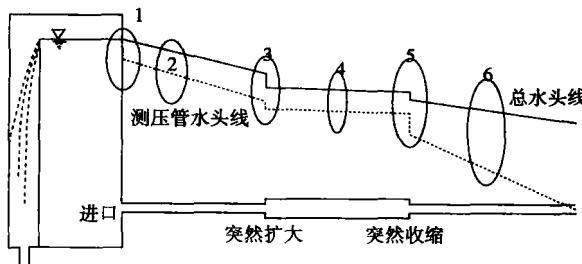

图 10-10
16. 图 10-10 所示水头线, () 处有错。
- A. ①②⑥处 B. ②④⑥处 C. ①③④处 D. ①②③⑥处